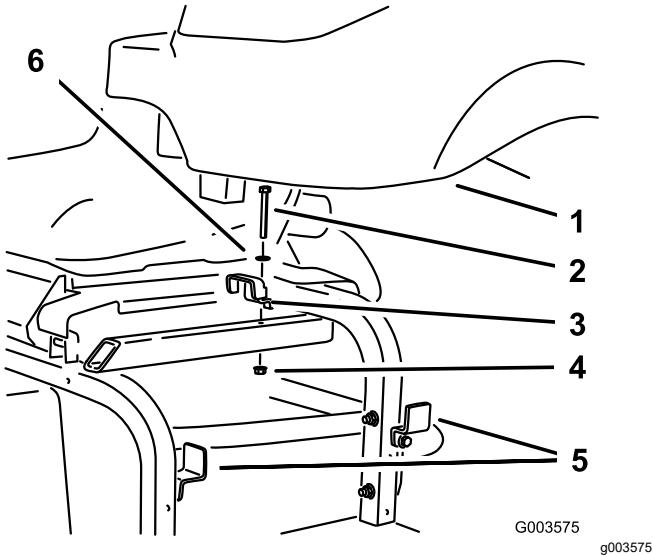

图 8
9. 从机器机架卸掉顶部液压油箱支架并松开机架侧面的2个支架图8。拆下油箱并保留五金件。